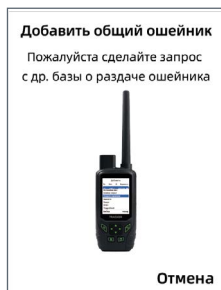

рис. 23
- выберите пункт «Добавить общий ошейник», затем – на кнопку «Подтверждение» **OK** (рис. 23);